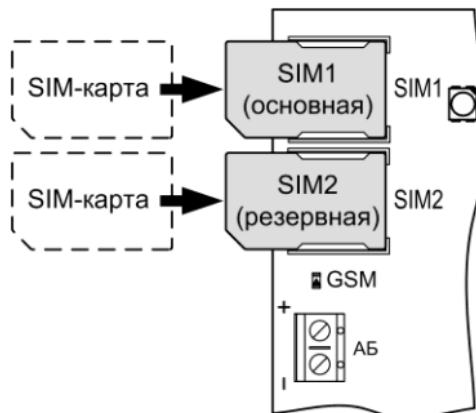

Рис.5 Установка SIM-карт
SIM-карты следует подключать при выключенном питании прибора (сеть 220 В и аккумулятор) контактами к плате, срезом как показано на рис.5.
- Проверьте, подключена ли антenna GSM к коммуникатору (разъём SMA, см. рис.1), правильно ли установлена SIM-карта (SIM-карты) – см. рис.5. Если использовать брелок БН-Л-33 с прибором не планируется, то отключите радиомодуль прибора, разомкнув перемычку J8 (вариант с радиобрелоком управления).